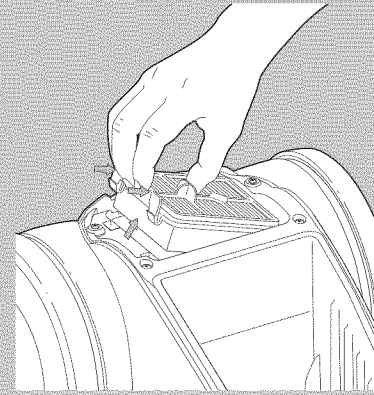

Fig. 10
- 23 Squeeze the filter tabs (Fig. 10) and lift the filter from the cleaner.
- 23 Pincez les onglets du filtre (Fig. 10) et retirez le filtre de l'aspirateur en le soulevant.
- 23 Apriete las lengüetas del filtro (Fig. 10) y levántelo para extraerlo de la aspiradora.